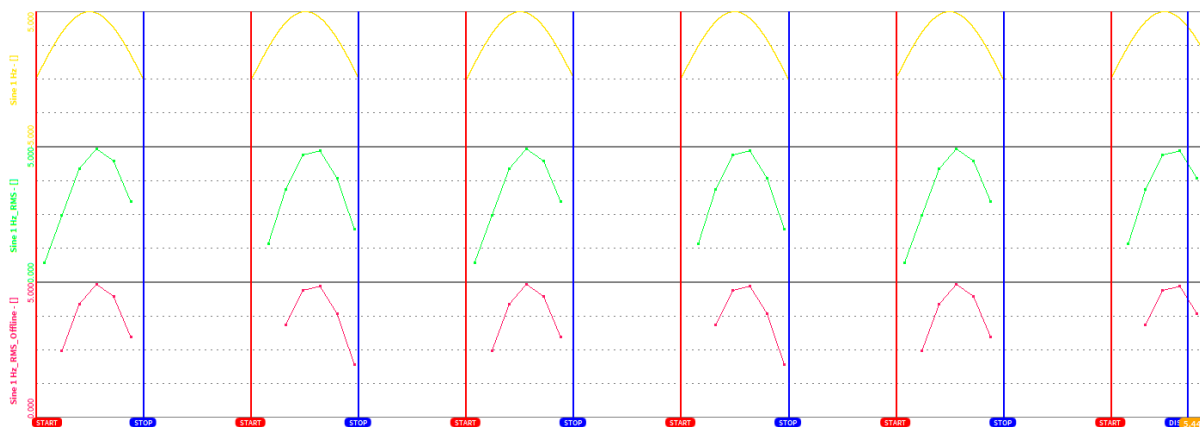

Abb. 7.166: Abweichung zwischen offline und online berechneten Statistikkanälen im Fall einer ereignisgesteuerten Aufzeichnung
- Bitte beachten Sie, dass ein offline erstellter Statistik-Kanal sich von einem online Statistik-Kanal unterscheidet, z.B. am Anfang der Datei oder im Fall von ereignisgesteuerten Aufzeichnungen (siehe *Triggerereignisse*). Im Beispiel, dargestellt in *Abb. 7.166*, ist der grüne Kanal ein online berechneter Statistik-Kanal, angewendet auf den gelben Analogkanal, und der rote Kanal ist ein offline berechneter Statistik-Kanal, auch angewendet auf den gelben Analogkanal, mit denselben Einstellungen. Die Abweichung zwischen dem grünen und roten Kanal entsteht aufgrund der Verfügbarkeit der vollen analogen Daten während der online Berechnung. Während der offline Berechnung, sind nur die ereignisgesteuerten aufgenommen Analogdaten verfügbar.